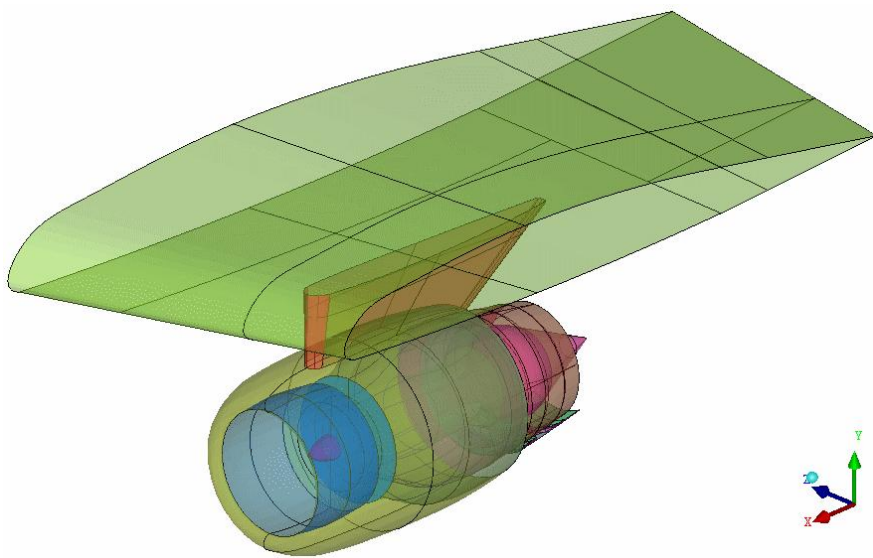

图 2-2 单独使用 ICEM 创建的几何模型（引自 ANSYS 官方培训教程）
(3) 完善的几何修改创建功能。能够快速检测修补几何模型中存在的缝隙、孔等瑕疵；可以方便地在模型中生成必需的几何元素（点、线、面）。图 2-2 所示为单独使用 ICEM 生成的几何模型，显示了 ICEM 强大的几何处理能力。